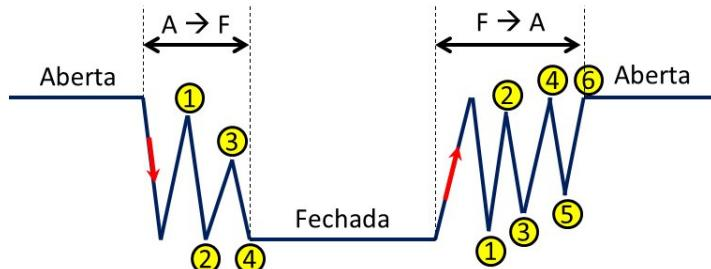

Figura 7.50. Ilustração dos rebotes ao acionar e liberar uma chave.
**ER 7.15.** Já vimos que o acionamento de uma chave com contatos metálicos provoca o surgimento de rebotes, como ilustrado na Figura 7.50. Neste exercício vamos usar a captura de TA0.0 para medir o intervalo entre os rebotes de S2 (P1.1). Os possíveis dez primeiros rebotes devidos ao acionamento deverão ser armazenados no vetor `unsigned`